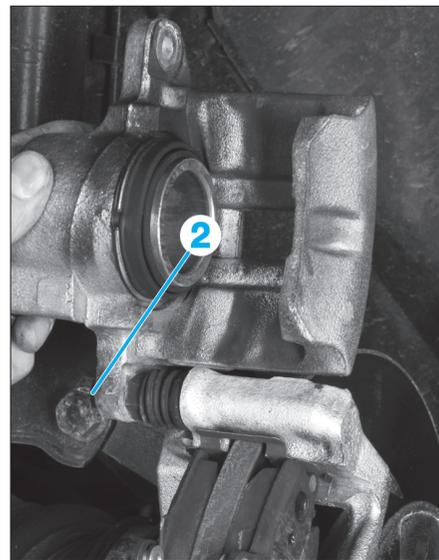

Fig. 11
- Avec le système Lucas, déposer la vis supérieure (2) de l'étrier (Fig.11).